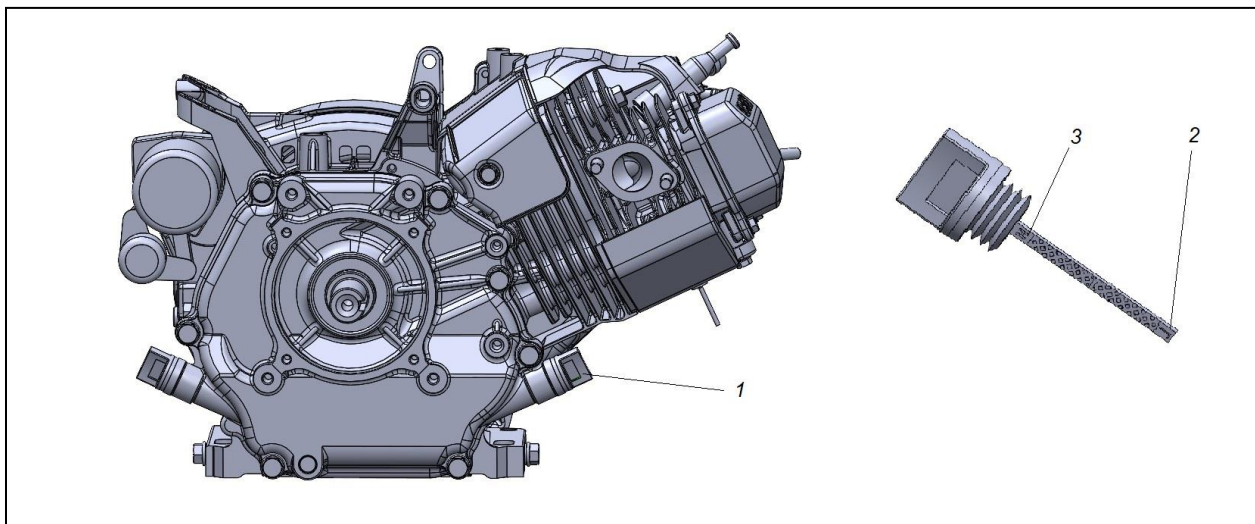

Рисунок 27 – Расположение масляного щупа.
- на двигателе открутите щуп 1 (рисунок 27);
- уровень масла должен быть между минимальной отметкой 2 и максимальной отметкой 3. (рисунок 27). Разница между отметками приблизительно 0,2 л;